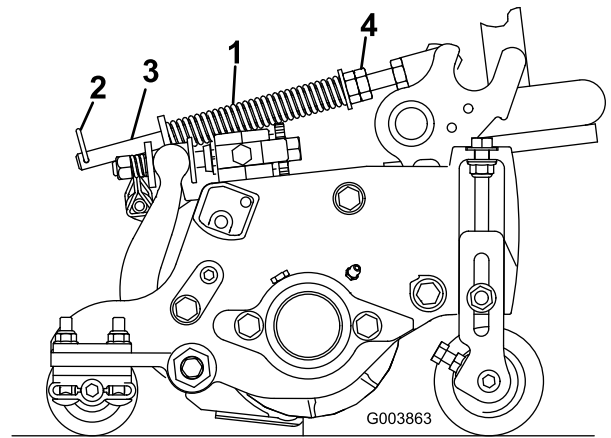

Figure 14
2. Serrez les écrous hex. sur l'extrémité avant de la tige de ressort jusqu'à ce que la longueur du ressort comprimé soit égale à 12,7 cm sur le Reelmaster 5210 & 5410 à plateaux de coupe de 5 pouces ou à 15,9 cm sur le Reelmaster 5510 & 5610 à plateaux de coupe de 7 pouces (Figure 14).
Le ressort de compensation (Figure 14) transfère aussi le poids du rouleau avant au rouleau arrière. (Cela évite la formation d'ondulations à la surface de la pelouse.)
1. Vérifiez que la goupille fendue est insérée dans le trou de la tige de ressort (Figure 14).